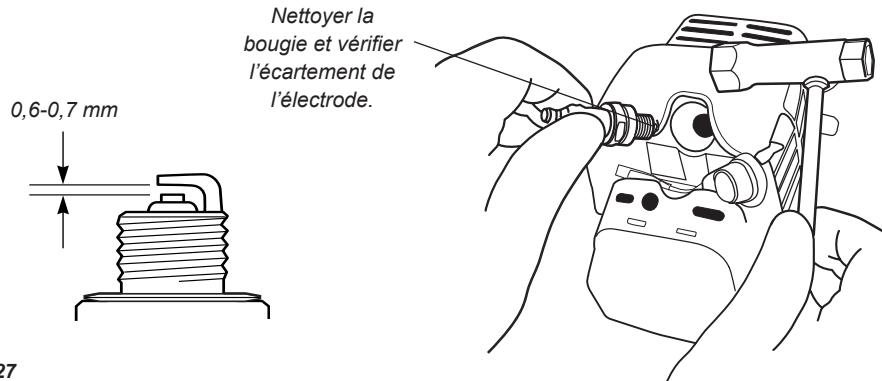

Figure 27
- Enlever et nettoyer la bougie. Ajuster l'écartement de l'électrode de la bougie à 0,6-0,7 mm. S'il est nécessaire de changer la bougie, utiliser uniquement une bougie BPMR6A ou une bougie antiparasite équivalente de plage thermique appropriée. Voir figure 27.